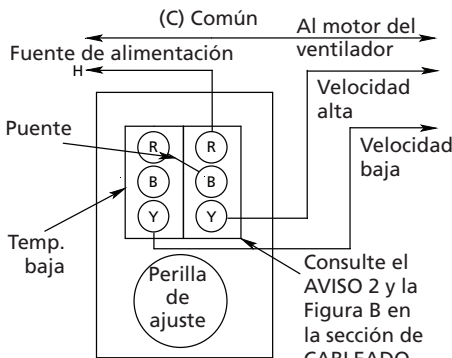
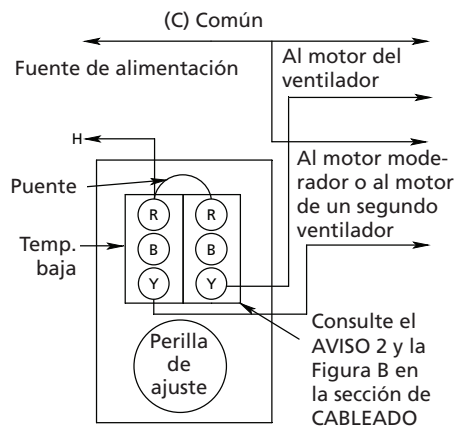

Figura 4 – Termostatos SPDT de Dos Etapas en Control de un Ventilador de Ventilación de Dos Velocidades
Figura 5 – Termostatos SPDT/SPDT de Dos Etapas en Control de un Ventilador de Ventilación de Velocidad Única y de un Motor Moderador de Aumento de Volumen
La Figura 4 muestra el cableado para controlar un ventilador de ventilación de dos velocidades. Cuando el elemento de control alcanza los ajustes de la perilla, el interruptor de baja temperatura arranca el ventilador a velocidad baja. Si la temperatura ambiente continúa aumentando, el interruptor de temperatura alta le suministra alimentación eléctrica al devanado de alta velocidad del motor.
La Figura 5 muestra un SPDT/SPDT conectado en forma típica para una aplicación de ventilador de dos velocidades. El motor moderador será energizado cuando la temperatura alcanza el ajuste de la perilla. Si la temperatura continúa aumentando, el motor del ventilador será energizado por el interruptor de temperatura alta.
3. Termostatos con interrupción SPDT/SPDT de 2 etapas: Si la conexión es similar a la Figura 4, el ventilador deberá activarse a aproximadamente la temperatura ambiente y deberá cambiar a alta velocidad, al girarse la perilla hacia la izquierda a un ajuste de temperatura más baja. Si el cableado es similar a la Figura 5, el moderador deberá abrirse al girarse la perilla hacia la izquierda (a un ajuste de temperatura más baja). Los dispositivos deberán funcionar en la secuencia inversa cuando se gira la perilla hacia la derecha.